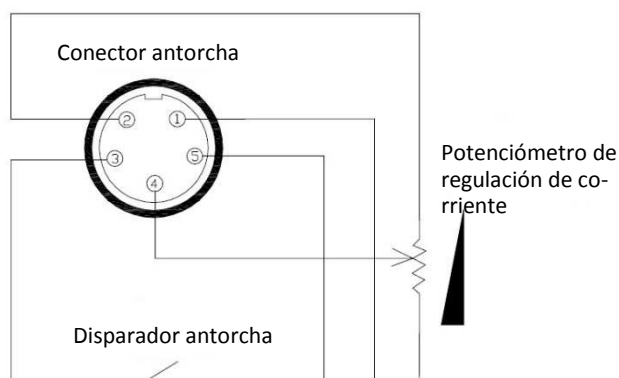

Fig. 12.2
- conecte el pedal de control remoto a la interfaz del controlador del pedal del panel delantero mediante el cable especial suministrado. Véase la Fig. 12.2